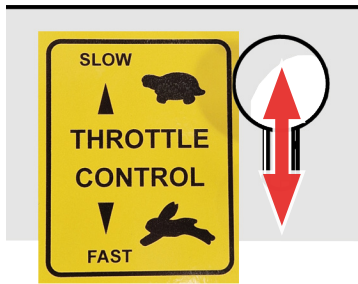

Fig. 9B - Ajustar la palanca del acelerador
5. Ajuste la palanca del acelerador para aumentar la velocidad si lo desea (Fig. 9B).